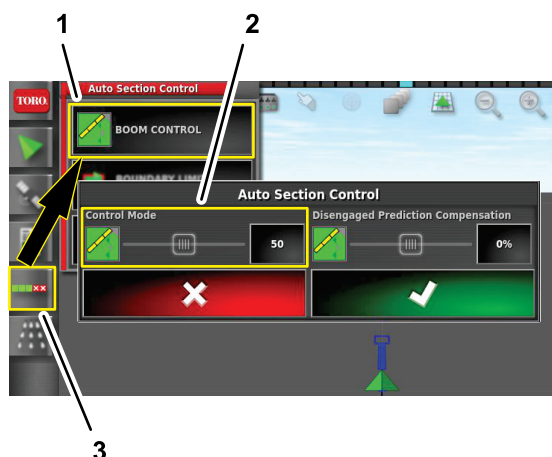

Figura 107
1. Premete l'icona CONTROLLO AUTOMATICO DELLE SEZIONI (Figura 107).
2. Premete l'icona CONTROLLO DELLE BARRE (Figura 107).